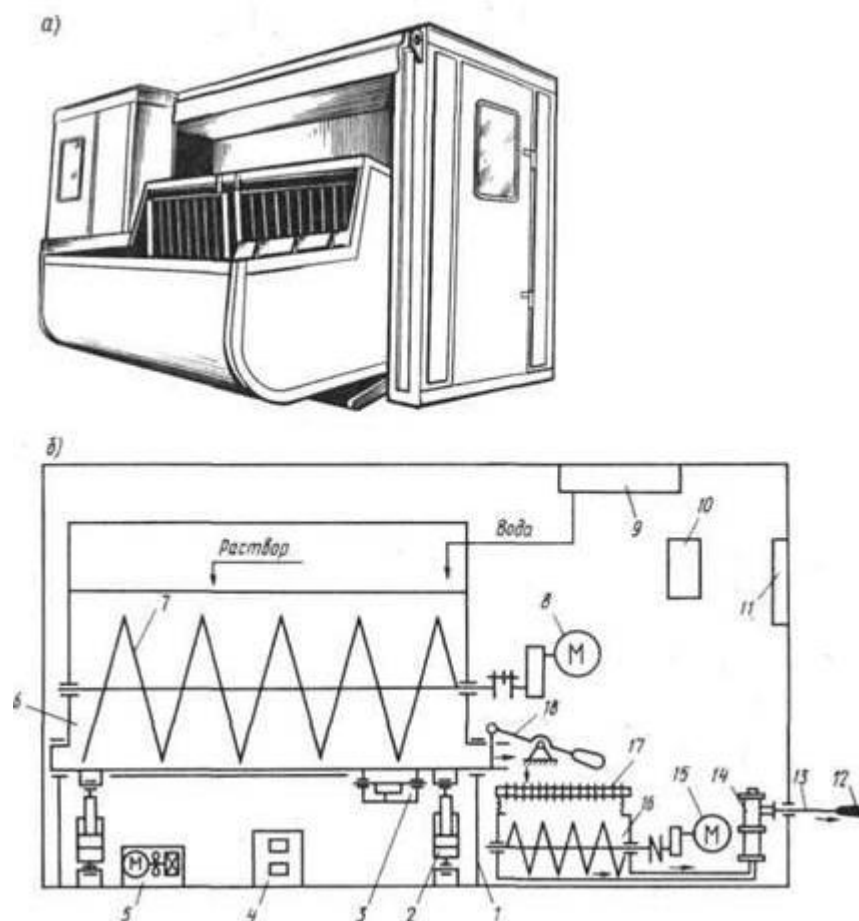

Рис. 1.
8. Найдите соответствие названия механизмов и оборудования на кинематической схеме номеру (рис. 1).